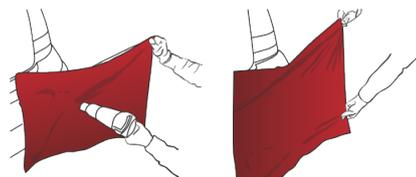

Abbildung 12
- › Folie auf 40 °C bis 50 °C erhitzen (Abb. 12) und so spannen, dass die konvexe Fläche vollständig bedeckt wird. (Abb. 13)